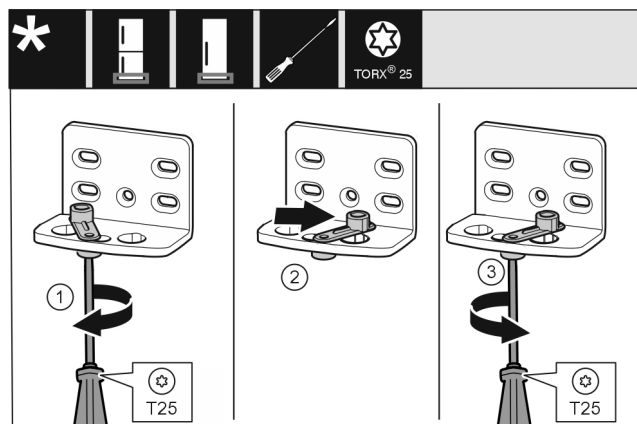

Fig. 18 *
- Šroubovákem volně přišroubujte šroub Fig. 18 (1).*
- Zvedněte pomůcku zavírání dveří Fig. 18 (2) a v otvoru ji otočte o 90° doprava.*
- Šroubovákem šroub Fig. 18 (3) pevně utáhněte.*